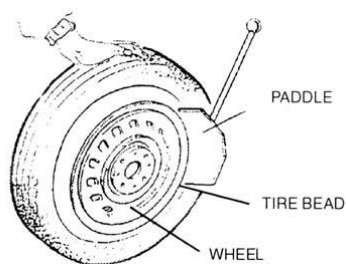

рис.5
1) **ВНИМАНИЕ:** Перед выполнением данного этапа полностью спустите воздух из шины, вывернув золотник, и уберите с колеса балансировочные грузы. 2) Полностью сведите кулачки на монтажном столе. 3) Отведите лопату отжима покрышки наружу вручную. Установите колесо напротив резинового буфера. Подведите лопату к покрышке на расстоянии 10 мм от края обода (см. рис. 5). 4) Нажмите педаль отжима до упора, для приведения в действие лопатки. Отпустите педаль, когда лопата переместится до конца по своему ходу или когда покрышка сместится во внутреннее углубление обода. 5) Немного поверните шину и повторите процедуру по всей окружности обода, пока покрышка не отойдет полностью от обода. 6) Повторите